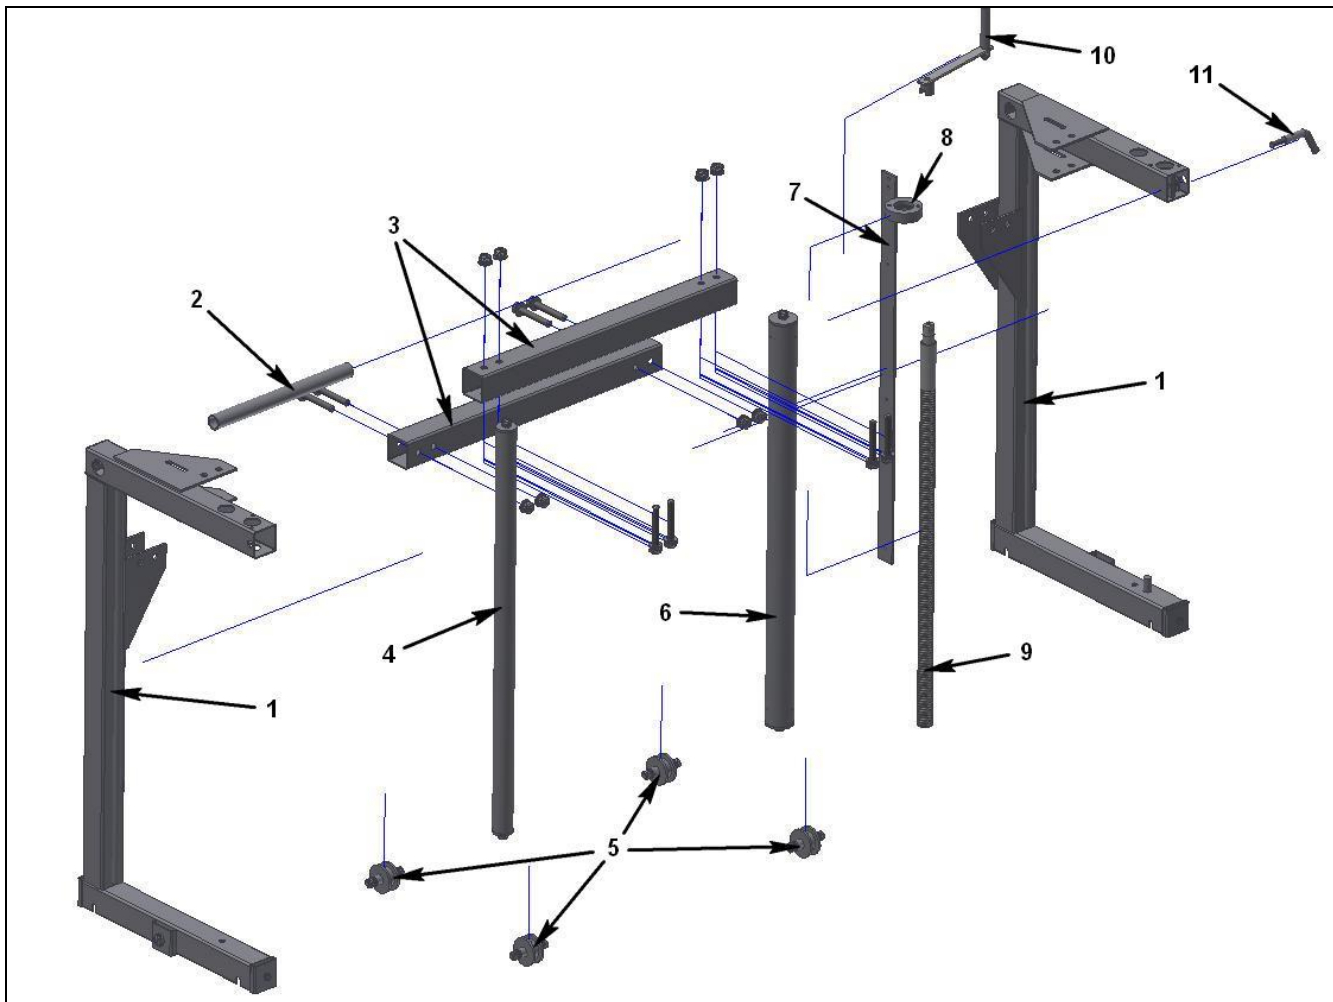

Рисунок 10 – Пильная рама в разборе
7.6.1 Основные узлы пильной рамы (рисунок 10), которые необходимо проверять в зависимости от периодичности проводимых проверок.